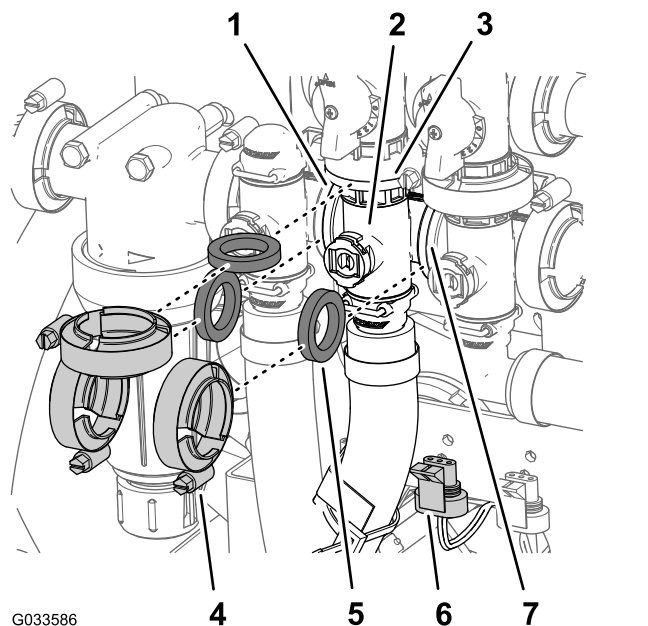

Figure 112
- Déposez les 2 colliers à bride et les 3 joints qui fixent le collecteur de la vanne d'agitation (Figure 112) à la vanne de dérivation d'agitation, au régulateur de débit et à la vanne maîtresse des rampes.